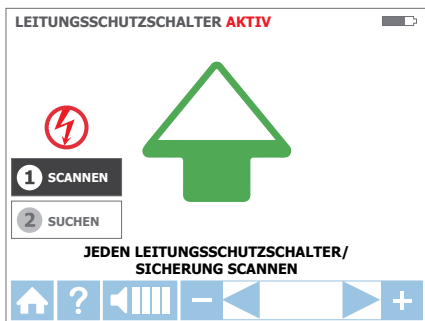

Abbildung 3.3c: SCANNEN-Modus
1. Das Gerät startet automatisch im **1 SCANNEN-Modus** (Abbildung 3.3c).